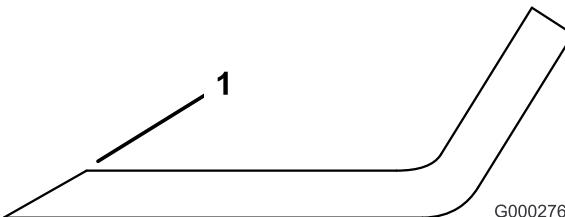

Figura 93
3. Inspeccione los filos de todas las cuchillas. Afílelos si están romos o tienen mellas. Afílelos únicamente la parte superior del filo y mantenga el ángulo de corte original para asegurar un filo correcto (Figura 93). La cuchilla permanecerá equilibrada si se retira la misma cantidad de metal de ambos bordes de corte.